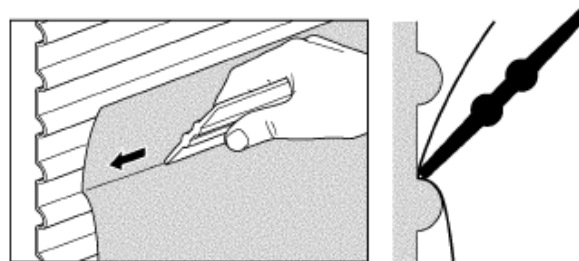

Рис. 9. Наклеивание верхнего желобка
2. Непрерывным движением кромки ракеля вжать пленку в верхний желобок гофра. См. Рис. 9.